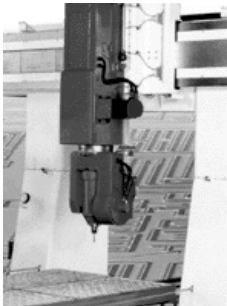

图 1-6 立式主轴头回转的五轴加工中心
2) 立式主轴头回转式,如图 1-6 所示。主轴前端是一个回转头,能自行环绕 Z 轴回转 360° ,成为 C 轴。回转头上还带可环绕 X 轴回转的 A 轴,一般回转角可达 $\pm 90^{\circ}$ 以上,实现上述同样的功能。这种设置方式的优点是主轴加工非常灵活,工作台也可以设计得非常大,客机庞大的机身、巨大的发动机壳都可以在这类加工中心上加工。